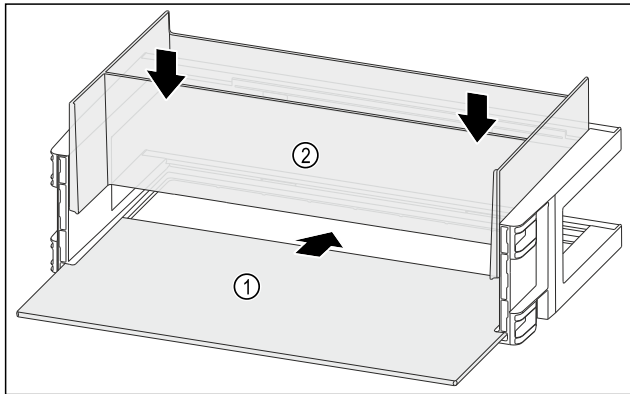

Fig. 144
- Abstellfläche Fig. 144 (1) in die seitlichen Aussparungen einschieben.
- Organizer Fig. 144 (2) einsetzen.